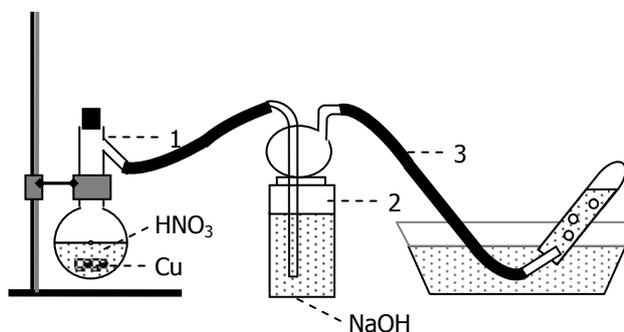

Рис. 13. Установка для получения оксида азота(II)
**Б. Получение и свойства оксида азота(II).** Собрать прибор (рис. 13) под тягой. Поместить в колбу (1) 5 г медных стружек и добавить 30 мл 30%-ной HNO3. Если реакция идет слабо, подогреть (осторожно!) колбу (1). Чем объяснить появление окраски газовой фазы в колбе? Какая реакция протекает в промывалке (2)?